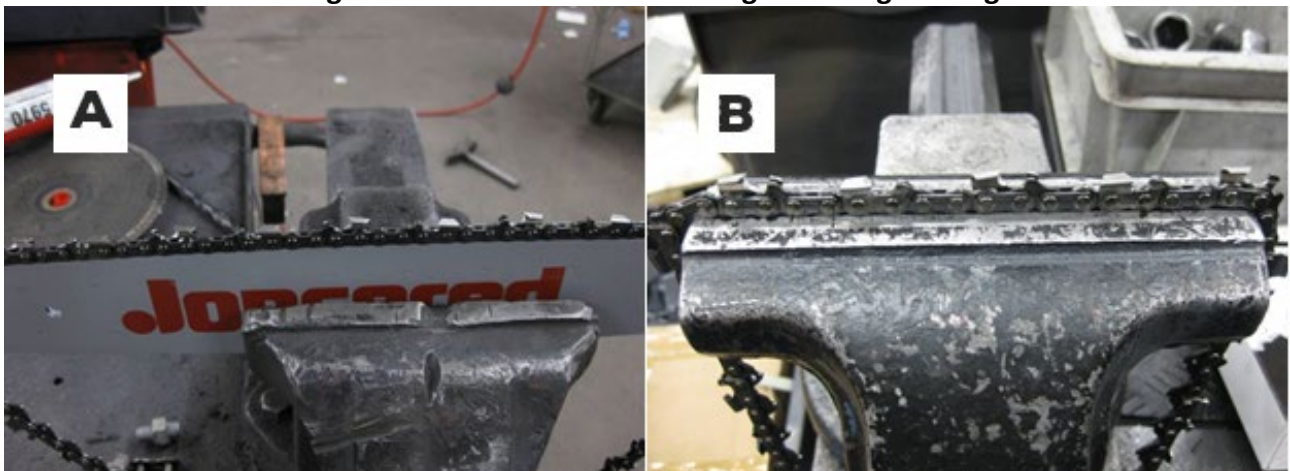

Abbildung 36
- ❑ Legen Sie die Sägekette auf das Sägeschwert und befestigen Sie das Sägeschwert z. B. an einem Schraubstock, Abb. 36 A
- ❑ Befestigen Sie die Sägekette direkt am Schraubstock; die Kette bleibt fest in Position, Abb. 36 B.